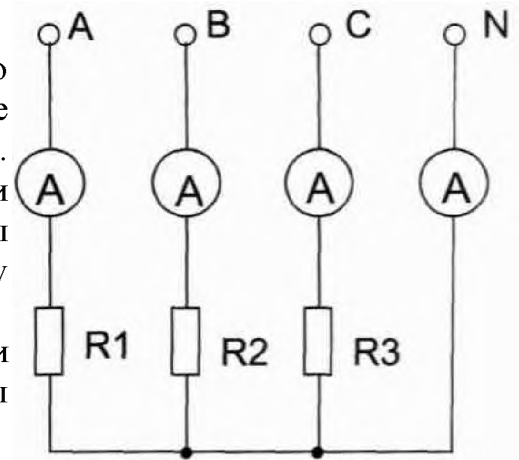

Рис. 1.6.6.
3.3. Собрать электрическую цепь (рис. 1.6.6). В качестве нагрузки использовать резисторы модуля резисторов. В качестве источника трехфазного напряжения использовать модуль трехфазного трансформатора.